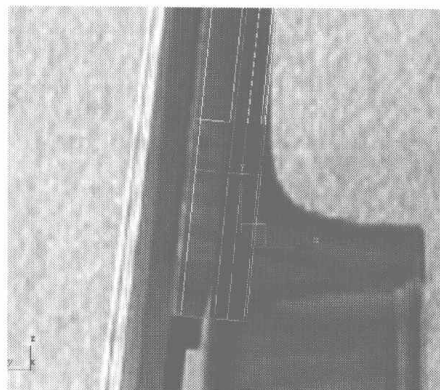
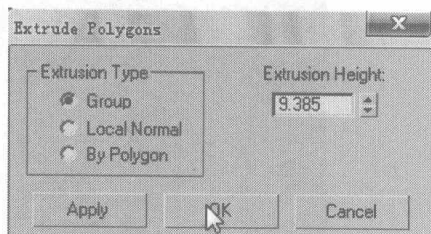
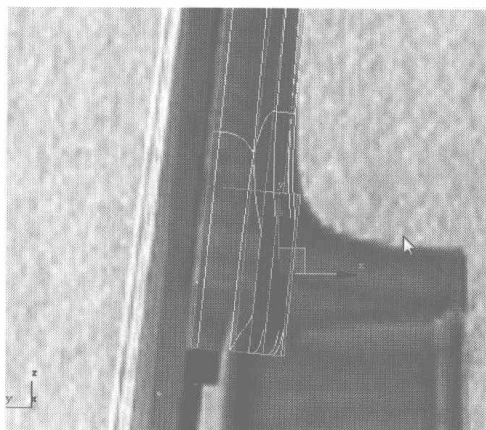
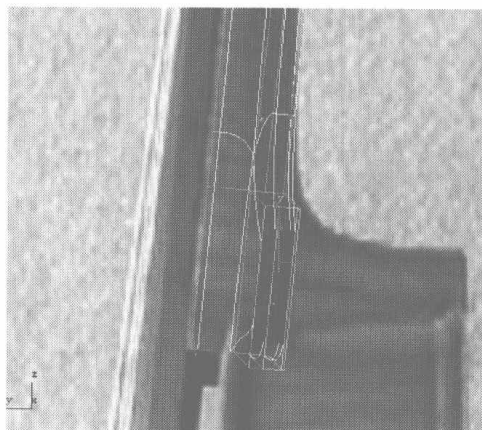

图 5.272
图 5.273
图 5.274
图 5.275
- 03** 选择如图 5.272 所示的面，单击 **Extrude** 右边的小按钮，在弹出的对话框中设置如图 5.273 所示参数，模型显示如图 5.274 所示，调整所选的面到如图 5.275 所示的位置。